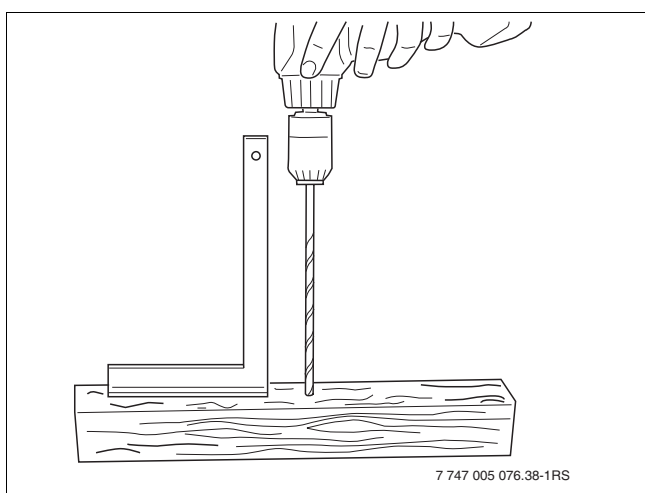

Fig. 35 Elaborar una plantilla para taladrar
- ▶ Taladrar un agujero pasante (Ø 6 mm) vertical en la madera escuadrada (→ fig. 35).
- ▶ Determinar la longitud de la broca necesaria según el siguiente cálculo (vea también fig. 35):